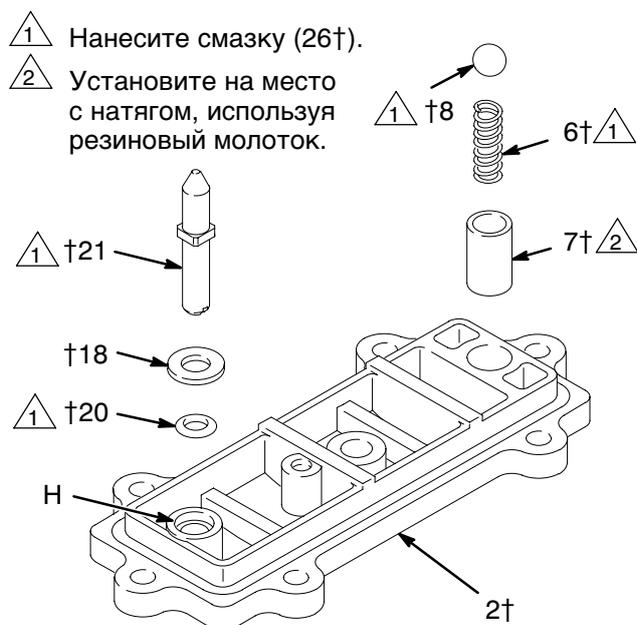

Рис. 12
1. Если кольцо фиксатора (7) было извлечено, осторожно установите новое кольцо в другую крышку (2), используя резиновый молоток. См. рис. 12.
2. Нанесите смазку на пружину (6) и поместите ее в кольцо (7). Нанесите смазку на шарик (8) и установите его в пружину.
3. Нанесите смазку на уплотнительное кольцо (20) и установите его в отверстие (Н) крышки (2). См. рис. 12. Установите шайбу (18) на тупой конец штифта сброса (21). Вставьте штифт в крышку (2) до упора.
4. Нанесите смазку на пружину (3). Установите стопор соединительной планки (4) внутри пружины.